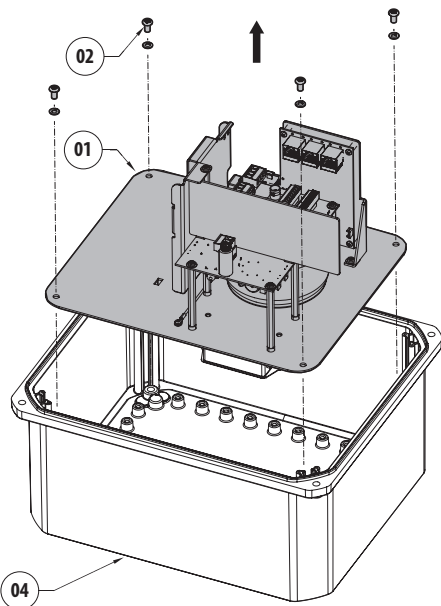
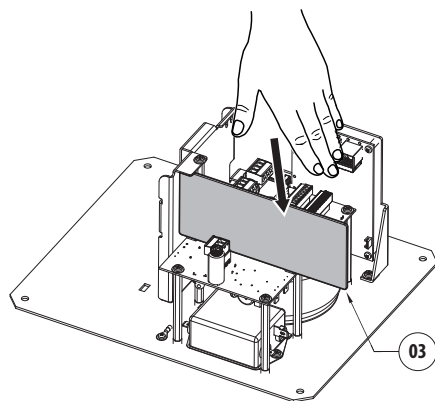

Fig. 7
Fig. 8
Afferrare la piastra di divisione scheda (03), sollevare il blocco interno (01) e sfilarlo dalla cassetta (04) (Fig. 7, pagina 11 ed Fig. 8, pagina 11).